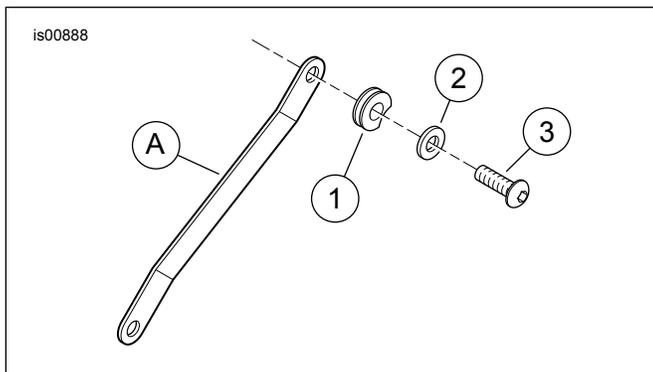

Figura 4. Parti di ricambio, kit di ancoraggio staccabile N° 53104-97B
Vedere la Figura 4 e la Tabella 1.
2. Vedere la Figura 4. Procurarsi una boccola (1) del punto di ancoraggio, un bullone (3) e una rondella piatta (2) dal kit.